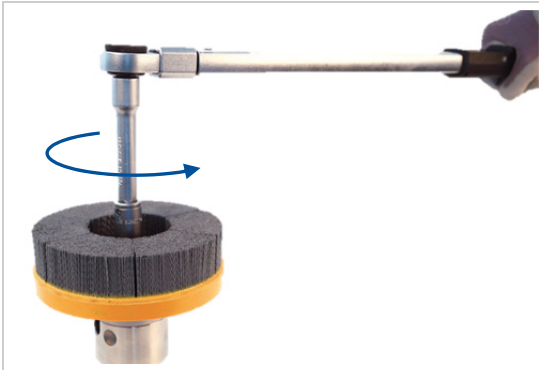

Abbildung 6: Anzugsschraube lösen
1. Lösen Sie die Anzugsschraube mit Hilfe eines passenden Drehmoment-schlüssels (siehe „Abbildung 6: Anzugsschraube lösen“).